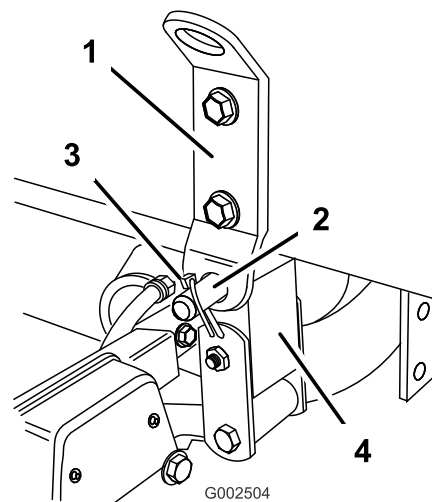

図 21
6. タンク台の後部にあるピボット・ラグを、車体フレームの最後尾についている穴に合わせる (図 21)。
7. ピボット・ラグにクレビスピン (3/4 in) とリンチピン (2本) を差し込んで、タンク台とフレームとを連結する (図 21)。
10. タンク台と車体フレームとが整列しているかどうか点検する。必要であれば、ピボット・ラグをタンク台に固定しているボルトを少しゆるめる (図 21)。クレーンやホイストを使って、タンク・アセンブリをほんのわずかに吊り上げ、車体フレームとタンク台を整列させる。タンク台と車体フレームがきちんと整列したら、ピボット・ラグのボルトを締め付ける。